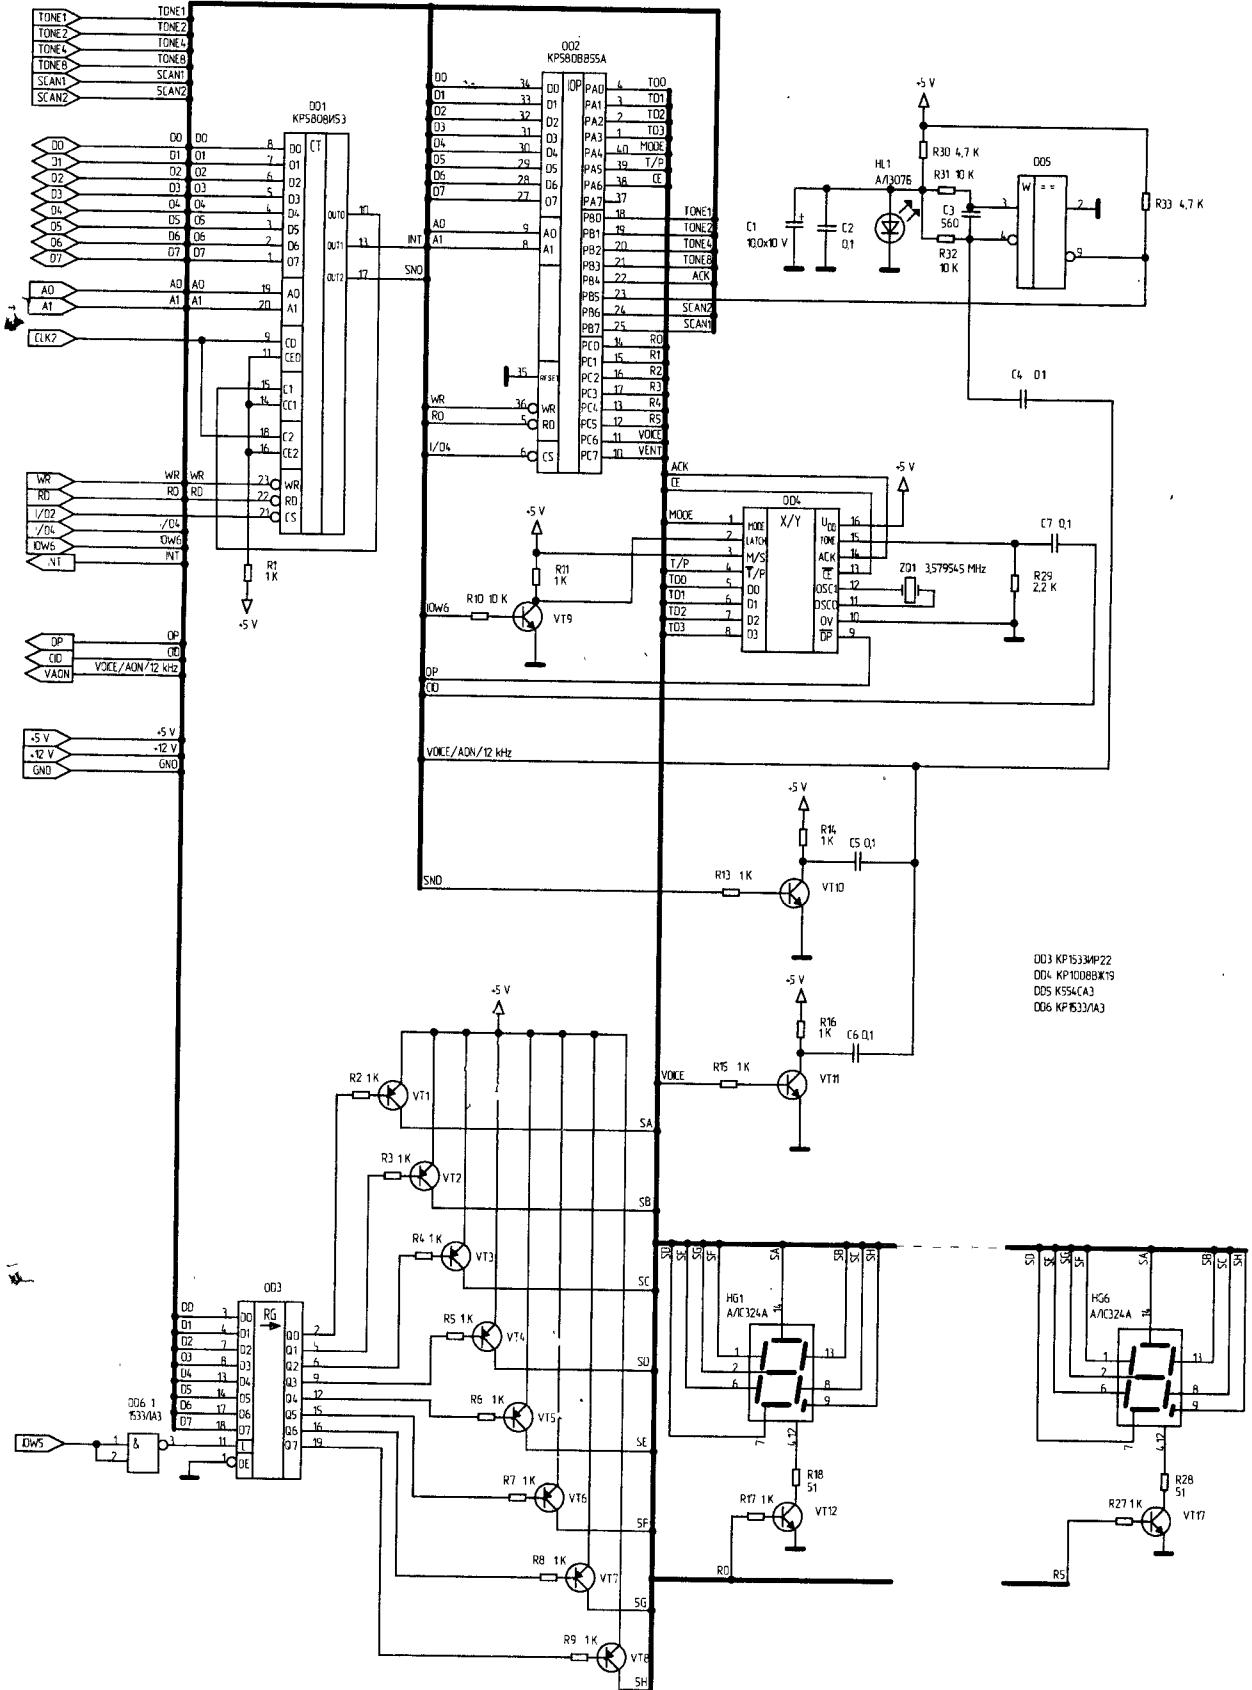

Рис. 5. Схема электрическая принципиальная дополнительной платы контроллера
Дополнительная плата (рис. 5) содержит еще один трехканальный порт DD2, трехканальный таймер-счетчик DD1 (тактируемый сигналом CLK2 – 1 МГц) и регистр вывода на индикатор DD3. К микросхеме DD2 подключены компаратор DD5, необходимый для анализа сигналов межстанционной сигнализации и микросхема управляемого номеронабирателя DD4. Его импульсный выход (DP) используется для организации импульсного набора номера на внешних по отношению к АТС линиях (например, при сопряжении по абонентской линии с городской АТС). С тонального выхода (TONE) DD4 снимается сигнал определения номера по европейскому стандарту CLIP-DTMF для нужд самой ЭАТС.